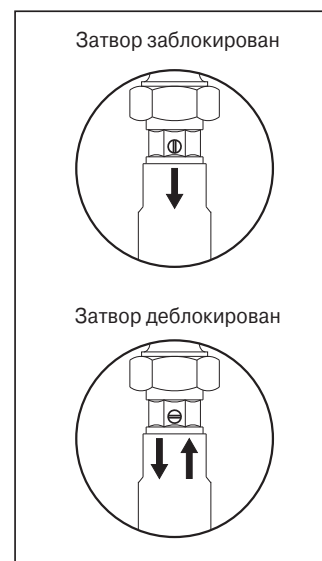

Рис. 13b
- Для полного опорожнения системы отопления используется кран 193, рис. 16. Предварительно следует деблокировать затворы двух обратных клапанов (дет. 194, рис 16 (см. также рис. 13b)). Воздух отводится через вентили радиаторов.